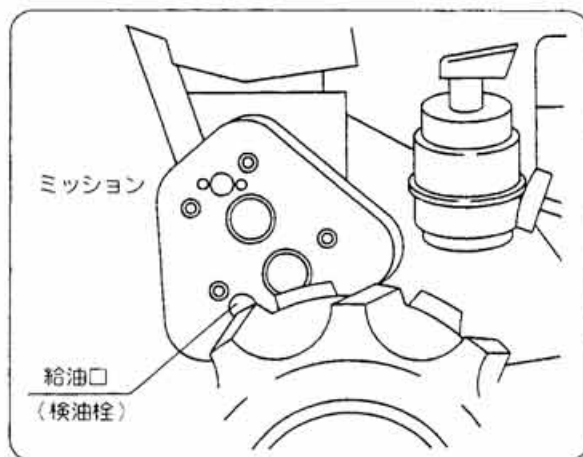

図49
- ② トランスミッションの検油栓を外してください。(図49)
- ⑥ 注油栓を確実に挿入してください。(図49)